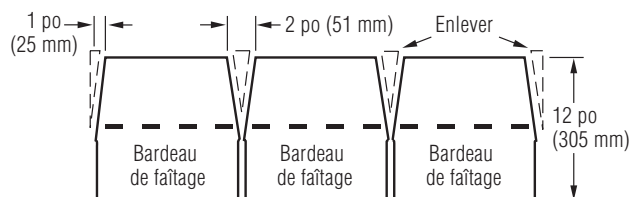

Figure 10-19 : Enlever les jupes, puis tailler les bardeaux pour fabriquer les bardeaux de faîtage.
2. Pour fabriquer les pièces de recouvrement, découper des bardeaux entiers à la ligne de jonction des jupes. Découper ensuite les bardeaux de la façon illustrée à la figure 10-19.